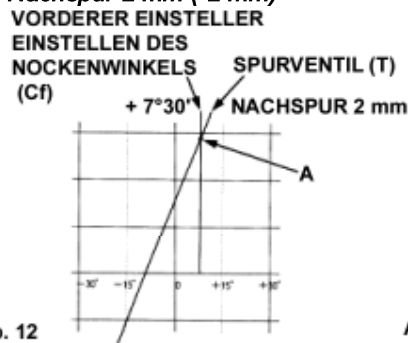

Abb. 12
3. Die vertikale Linie des gemessenen vorderen Nachstellzentrums und die Linie der Spur in das Diagramm zeichnen, und den Schnittpunkt (A) ermitteln (Abb. 12).